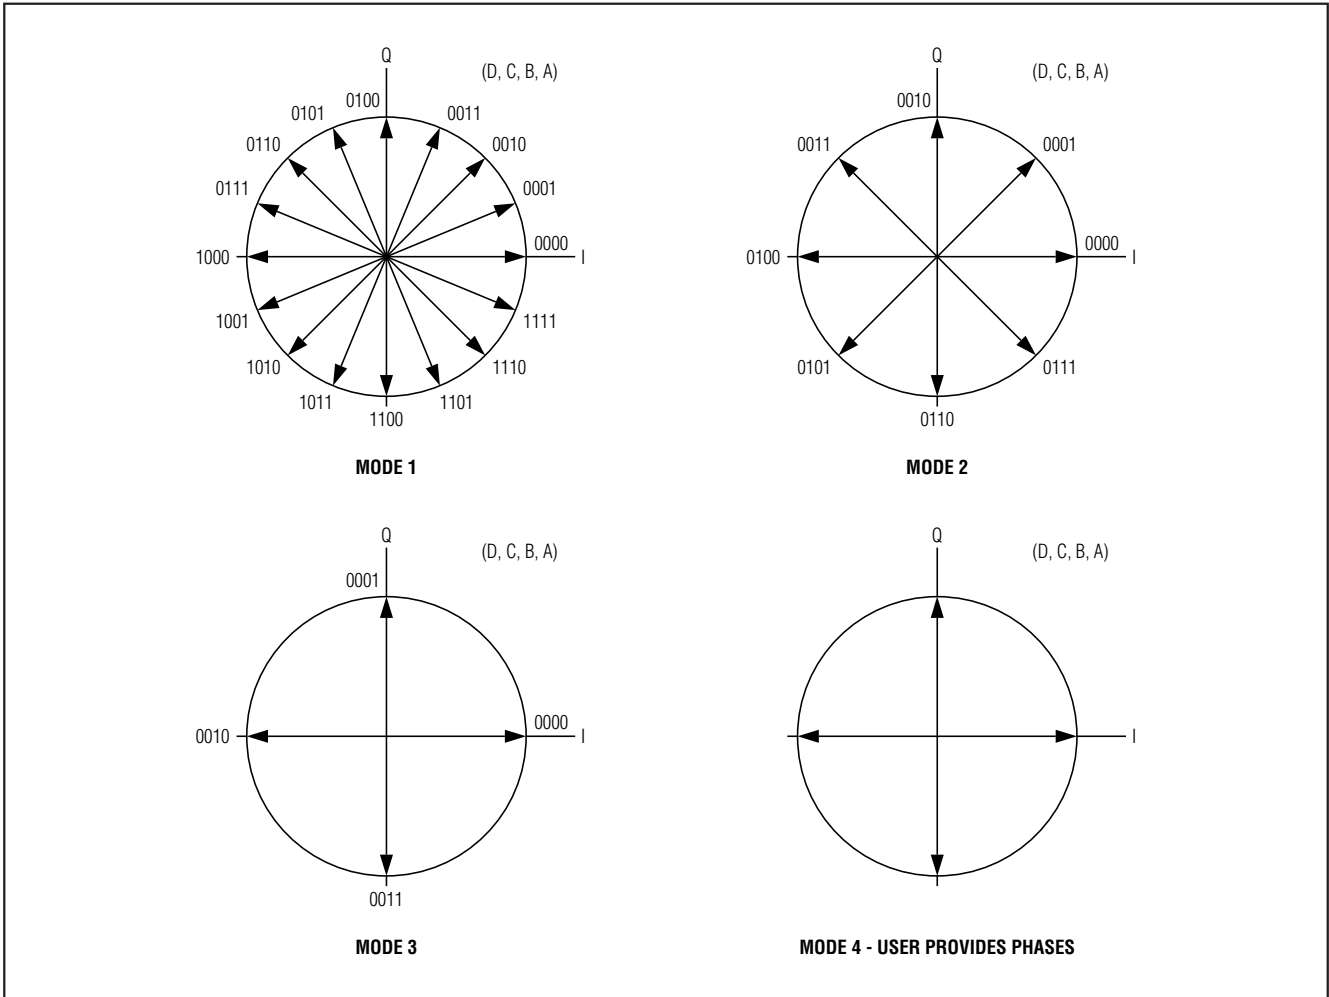

図1. 各モードの位相ベクトル表現
- 7) 図1および2に従って、レジスタをプログラムしてください。IおよびQで測定される電圧が、各モードの位相ベクトル表現になります。